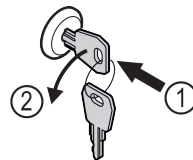

Fig. 182
- ▶ Sätt in nyckeln. Fig. 182 (1)
- ▶ Vrid nyckeln 90° moturs. Fig. 182 (2)